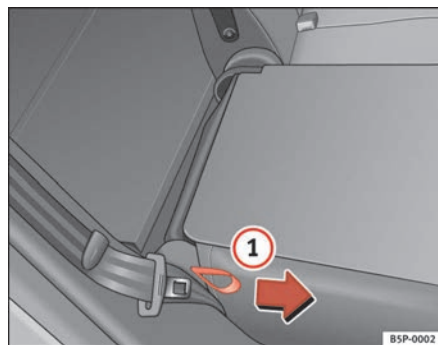

Abb. 99 Umklappen bzw. Aufrechtstellen der Rücksitzlehne
- Ziehen Sie die seitliche Zugschlaufe am Sitz ⇒ Abb. 99 ① in Pfeilrichtung und klappen Sie die Lehne hoch, bis sie einrastet.